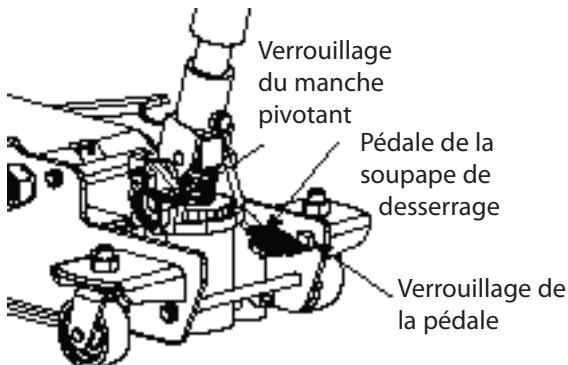

Figure 2 – Pédale de la soupape de desserrage
3. Pour comprendre les bases du fonctionnement de l'appareil, insérer et fixer solidement dans la fourche le manche fourni. La soupape de desserrage de ce modèle est toujours à la position « FERMÉ » (« closed »), de manière à ce qu'il soit possible de soulever la charge par pompage. Pour abaisser la charge, repérer la pédale de la soupape de desserrage et appuyer sur cette dernière. La soupape de desserrage sur le modèle 791-6430 est, par défaut, toujours à la position « ON » et il peut être nécessaire d'acquérir certaines habiletés et d'apprendre par la pratique à s'en servir adéquatement. Il faut faire preuve d'une grande vigilance en abaissant la charge. La figure 2 illustre la soupape de desserrage à la position requise pour abaisser la charge.